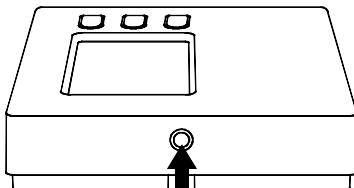

Fig. 3
- 1** Appuyer, avec l'aide d'un tournevis, sur la languette en plastique dans la fente située sur le côté gauche, de manière à soulever légèrement le haut du boîtier (Fig. 3).